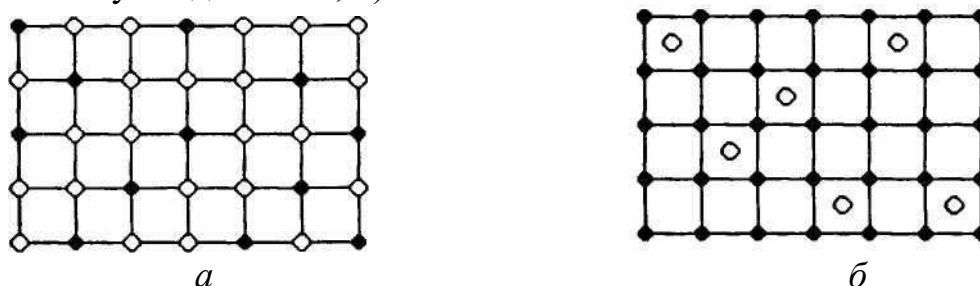

Рис. 3.8. Кристаллическая решетка сплава:
15. Кристаллическая решетка какого сплава представлена на рис. 3.8, а?
16. Какому типу сплавов принадлежит кристаллическая решетка, представленная на рис. 3.8б?